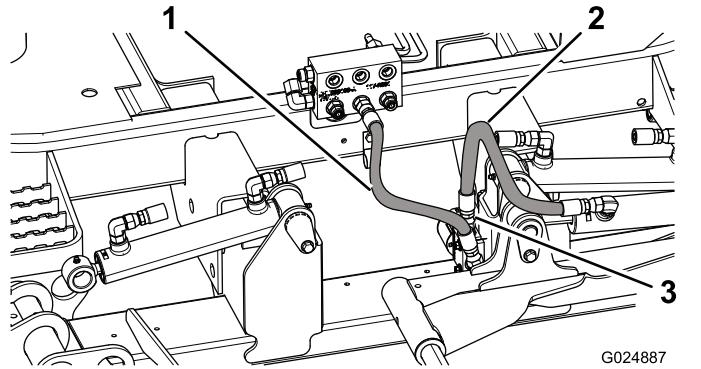

図 4
8. ジャンクションマニホールドのフィッティングから外したホースの先を、デッキロックマニホールド上部にあるフィッティングストレートフィッティングに取り付ける図 4。
9. 新しいホースを、ジャンクションマニホールドとデッキロックマニホールドの90度フィッティングに接続する図 4。